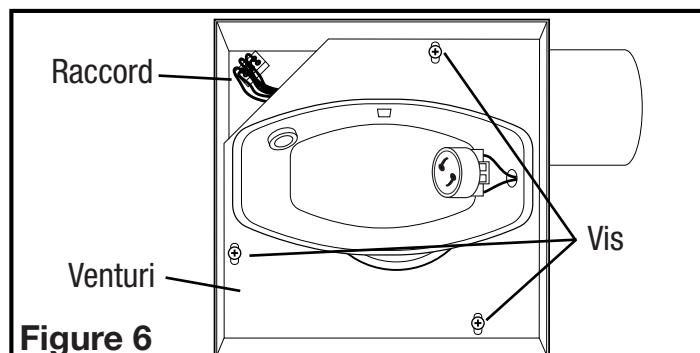
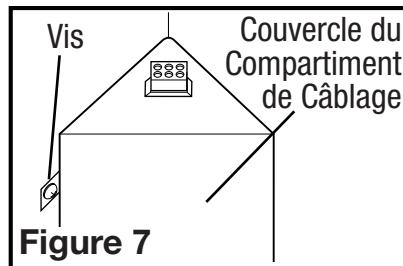

Figure 6
Figure 7
- Compartiment de Câblage Intérieur :** enlever les trois vis retenant en place l'assemblage de la soufflante et soulever pour sortir l'assemblage hors du châssis (Figure 6). Enlever la vis du couvercle du compartiment à câblage et mettre ce couvercle dans un endroit fiable (Figure 7).